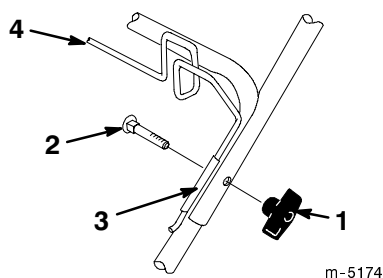

Figure 49
1. Enlevez le bouton et le boulon de fixation des parties inférieure et supérieure du mancheron (Fig. 49).
- Maintenez un collier à l'intérieur d'un des côtés du mancheron et insérez un boulon dans les trous du collier, depuis l'intérieur du mancheron (Fig. 49).